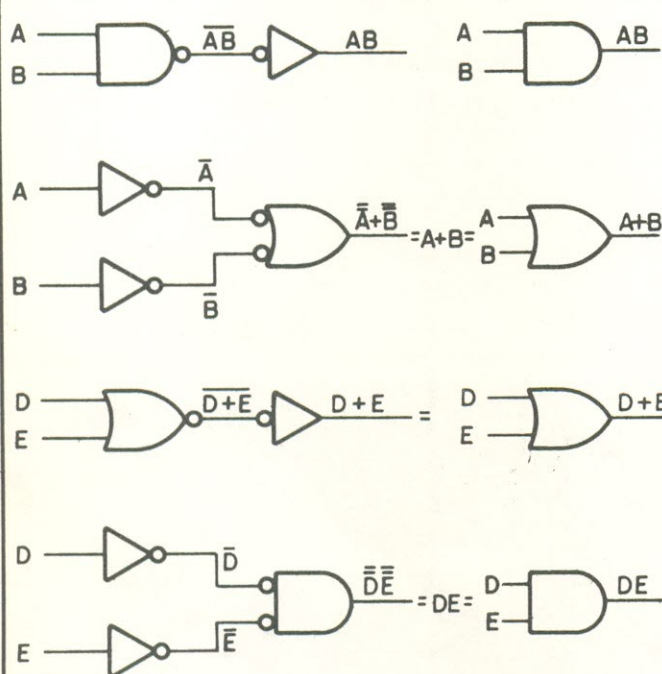

FIGURA 13-5
Na figura 13-5, temos o resumo completo dos circuitos E e OU, feitos com as portas NE ou e NOU.
4. Substitua cada símbolo E ou OU pelo circuito NE ou NOU equivalente, conforme a figura 13-5;